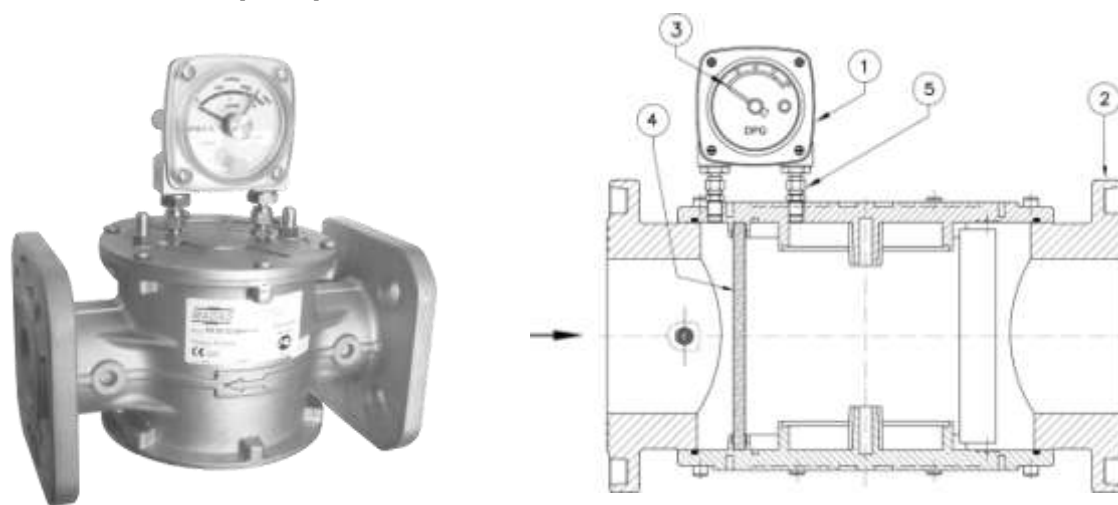

Рис. 6
Фильтр с индикатором перепада давления (рис. 6) состоит из: индикатор перепада давления DP/G 1,5(1); корпус фильтра (2); шкала индикатора перепада давления DP/G1,5(3); фильтрующий элемент (4); винты крепления индикатора перепада давления (5).